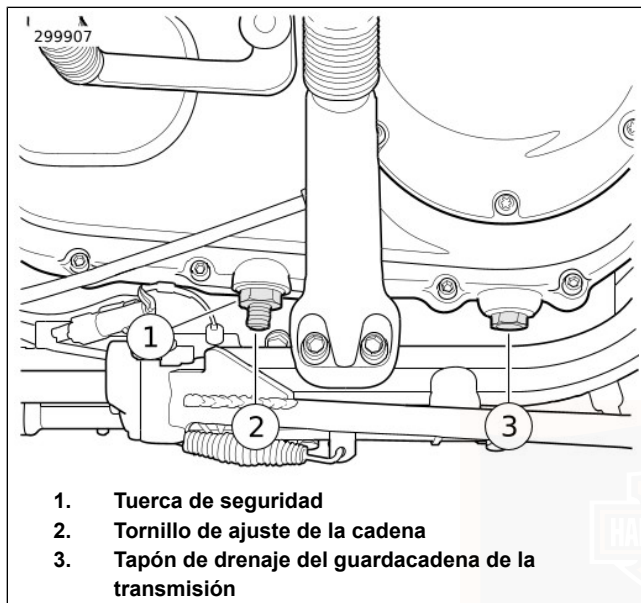

Figura 41. Ajustador de la cadena primaria: Modelos Sportster
4. Vea la Figura 41. Afloje la tuerca de seguridad (1).
5. Gire el tornillo de ajuste de la cadena (2) hacia la derecha (hacia adentro) para reducir el juego libre o hacia la izquierda (hacia afuera) para aumentar el juego libre. El juego libre vertical debe estar dentro de los límites especificados. Vea la Tabla 29.